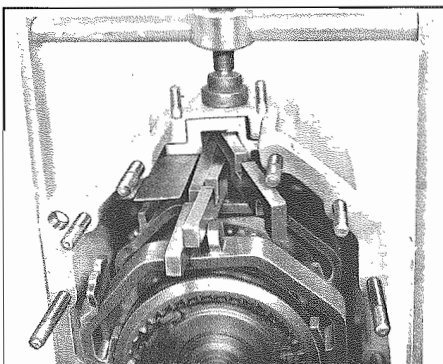
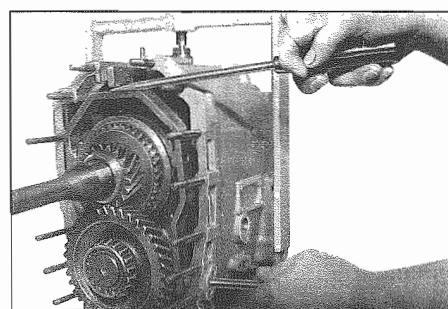

Fig. 46 - Asta di comando
Fig. 47 - Spingere i perni di articolazione attraverso i fori della scatola e delle forcelle di comando
- Inserire prima l'asta di comando della 1a marcia e retromarcia (601) con il perno nel foro della forcella di comando (604). Indi l'asta della 2a e 3a marcia (602) ed infine l'asta di comando della 4a e 5a marcia (603) vedi Fig. 46.
- Spingere i perni di articolazione (619, 618, 614) attraverso i fori della scatola e delle forcelle di comando. Allo scopo è opportuno sollevare con un cacciavite le forcelle in modo da allineare i fori (Fig. 47). Sotto i due perni (614 e 618) bisogna mettere le guarnizioni (615 e 616). Avvitare e serrare le viti a testa esagonale (612) con le rosette (613).
- Montare la scatola anteriore (109). Spingere le aste di comando nelle guide (117). Avvitare e serrare non a fondo i dadi (102) con relative rosette (103) sui prigionieri. Infilare le spine cilindriche (110). Serrare i dadi (102) con momento di 20—25 Nm (2,0—2,5 kpm).
- Attach shift rod 1st - reverse gear (601) with bolt into bore of shift fork (604). Then rod 2nd - 3rd gear (602) and finally shift rod 4th - 5th gear (603) refer to Fig. 46.
- Slide joint pins (619, 618, 614) through bores of housing and shift forks. It will be of advantage to lift forks with a screw driver for better alignment of bores (Fig. 47). Place seals (615 and 616) underneath the two joint pins (614 and 618). Screw-in hex. screws (612) with spring washers (613) underneath and tighten.
- Mount housing front end (109), while sliding shift rods into guide pieces (117). Screws nuts (102) with spring washers (103) underneath on studs and tighten slightly. Force-in cylindrical pins (110). Tighten nuts (102) to 2.0 - 2.5 kpm.